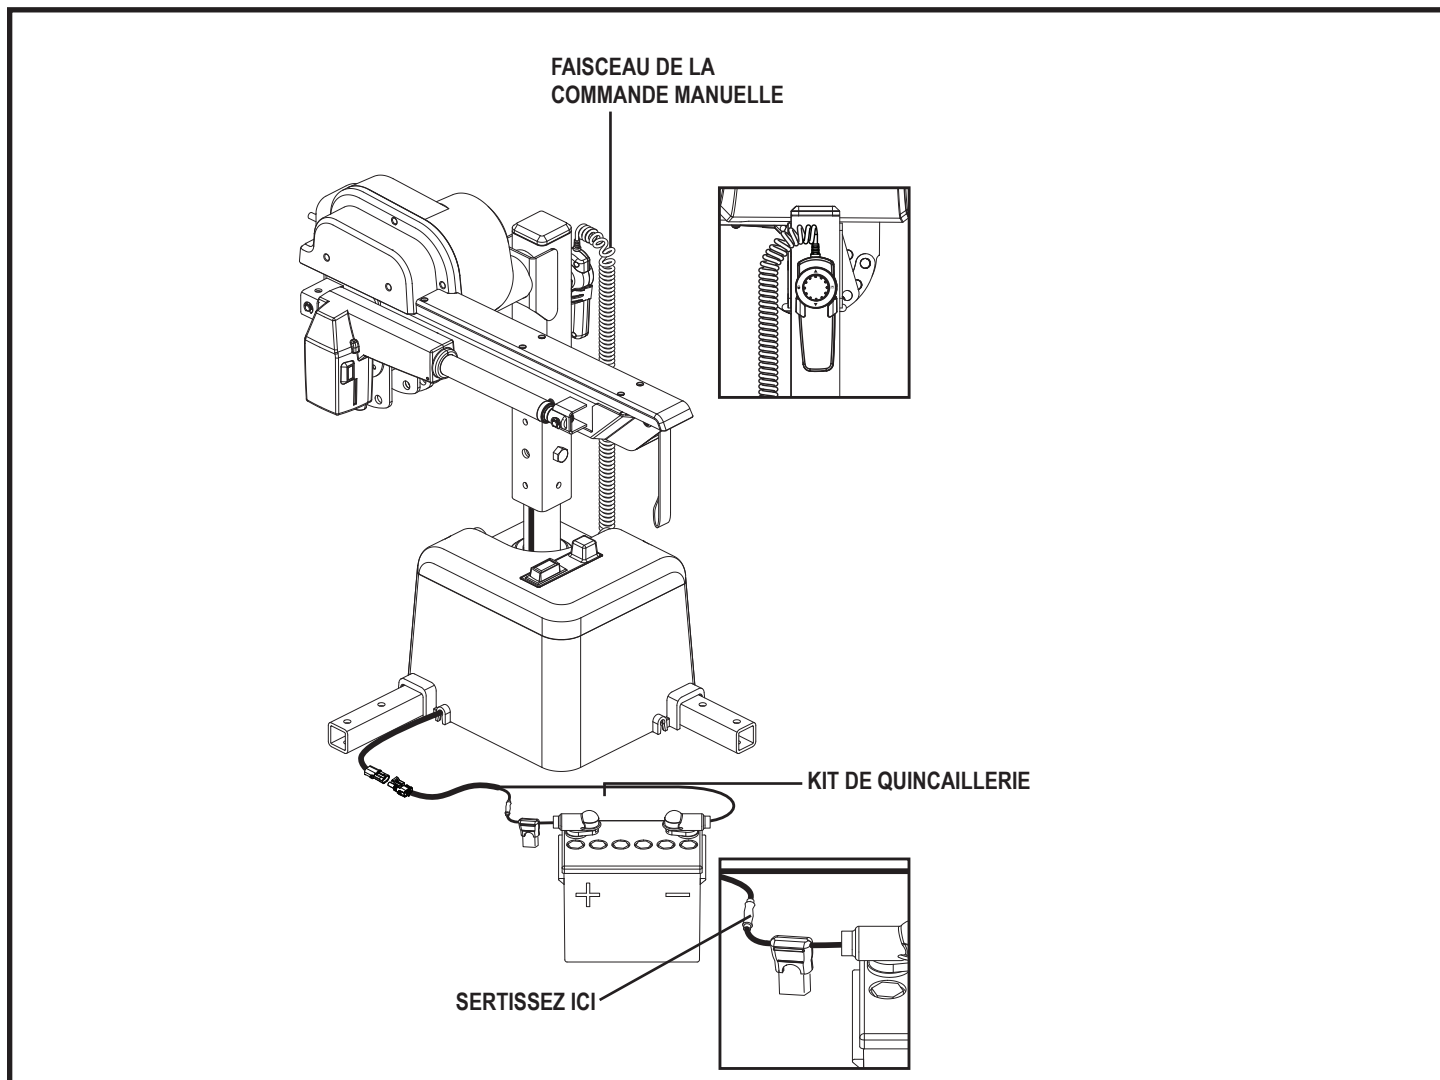

Figure 5. Connexions de câblage électrique
1. Acheminez le kit de câblage de la batterie (à partir du système de levage) à travers l'intérieur du véhicule jusqu'à la batterie du véhicule. **Voir la figure 5.** Cachez le câble derrière ou sous les panneaux intérieurs. Assurez-vous que le câble soit protégé par un passe-fil en caoutchouc quand il passe à travers les panneaux de métal et dans le compartiment du moteur. A l'intérieur du compartiment du moteur, fixez le câble au pare-feu et à l'aile intérieure avec les attaches à fil en plastique fournies. Faites attention de ne pas causer des éraflures au câble d'alimentation. Il est important de fixer le câble d'alimentation à différents points le long de son parcours.